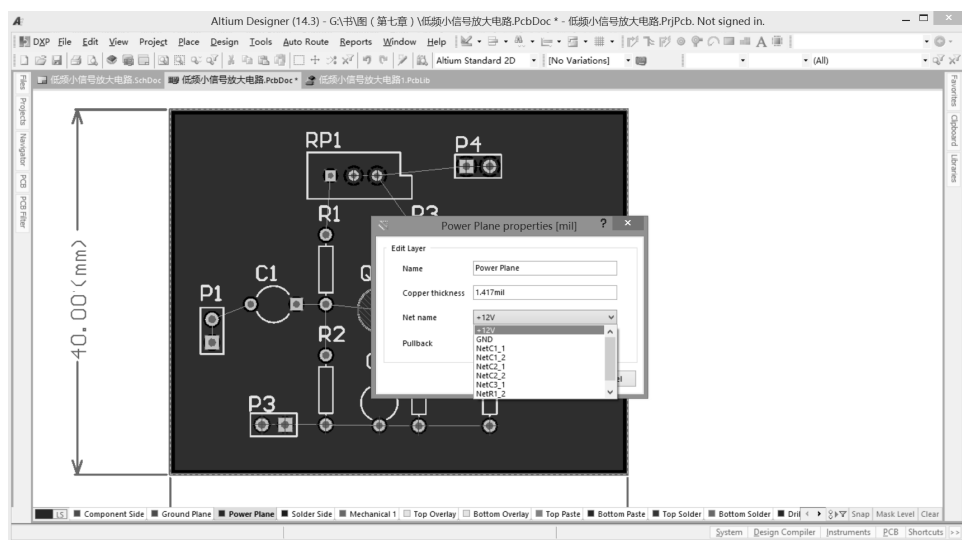

图 7-10-7 电源层属性对话框
(4) 在 PCB 编辑环境中双击 Power Plane 工作层名称，即可弹出 Power Plane properties (电源层属性) 对话框，单击 Net name 右侧的下拉菜单按钮，在弹出的有效网络列表中选择+12V，即将此电源层定义为+12V 电源，如图 7-10-7 所示。设置结束后单击【OK】按钮，关闭对话框。